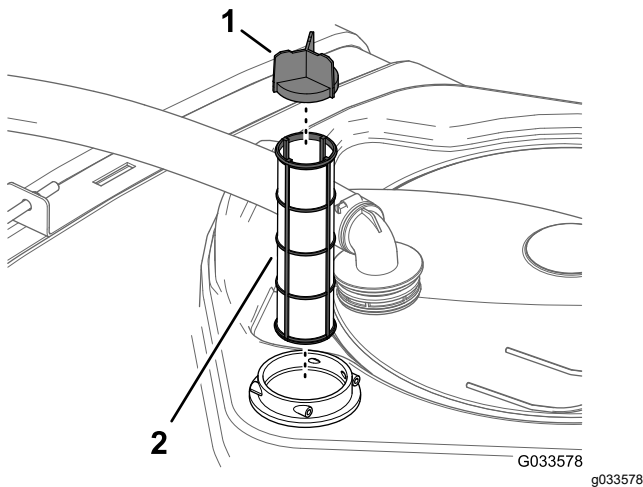

図 95
4. フィルタハウジングタンク内部からストレーナを取り出す 図 95。